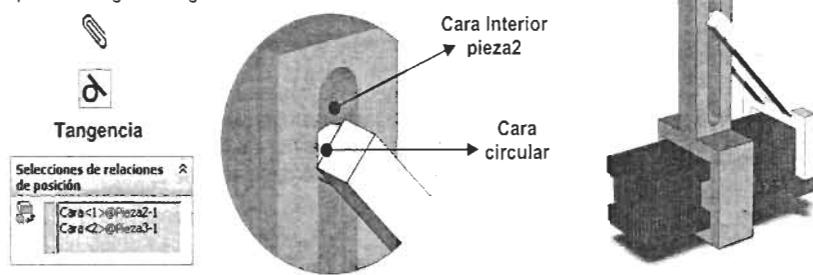

Figura 8.23. Relación de tangencia entre la pieza2 y la pieza3
13. Agregue la Relación de Tangencia entre la **Cara interior** de la pieza2 y el **Cara circular** de la pieza3. Según la Figura 8.23.